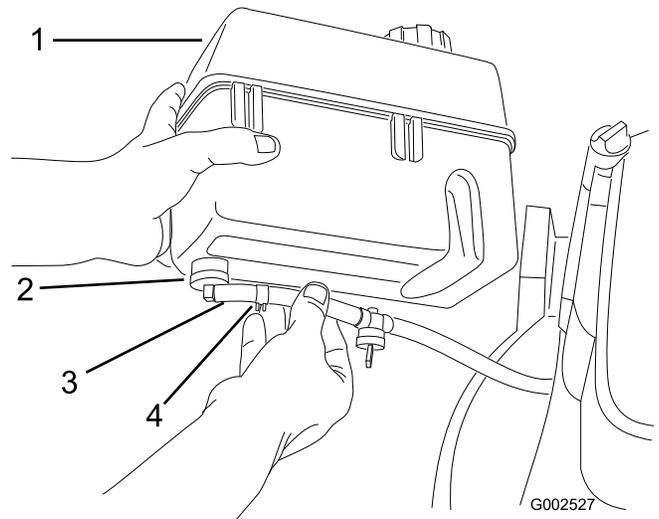

Bild 5
- Schieben Sie das Ende der Kraftstoffleitung auf den Krümmer (Bild 5).
- Befestigen Sie die Kraftstoffleitung dort mit der Kraftstoffleitungsschelle (Bild 5).